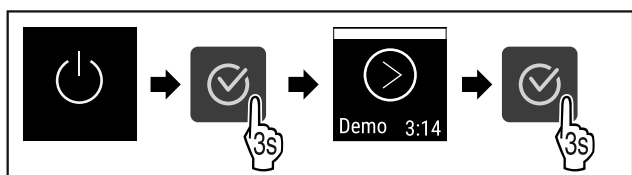

Fig. 63
- ▶ Eseguire i passi (vedere Fig. 63) .